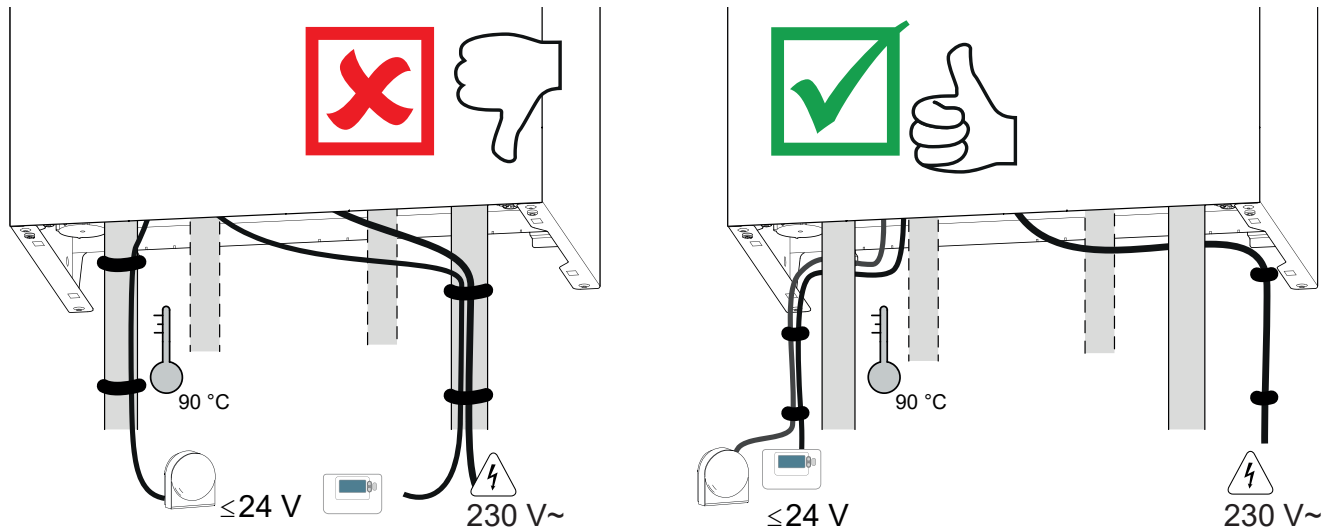

fig. 21 - Paso de los cables
- Realice las conexiones siguiendo los esquemas (fig. 21 y fig. 23).